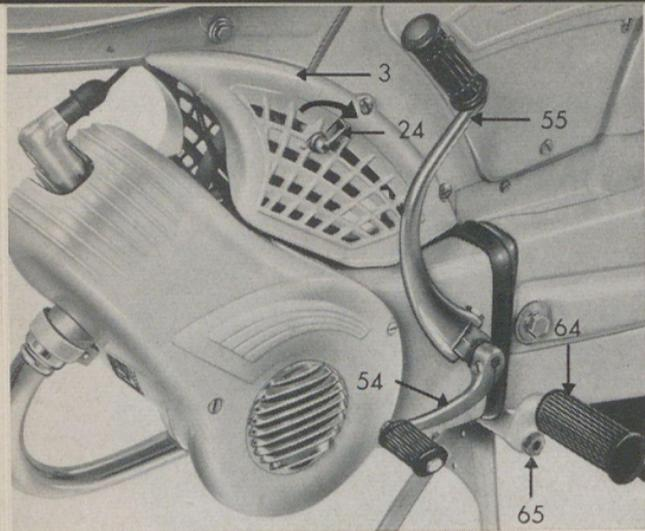
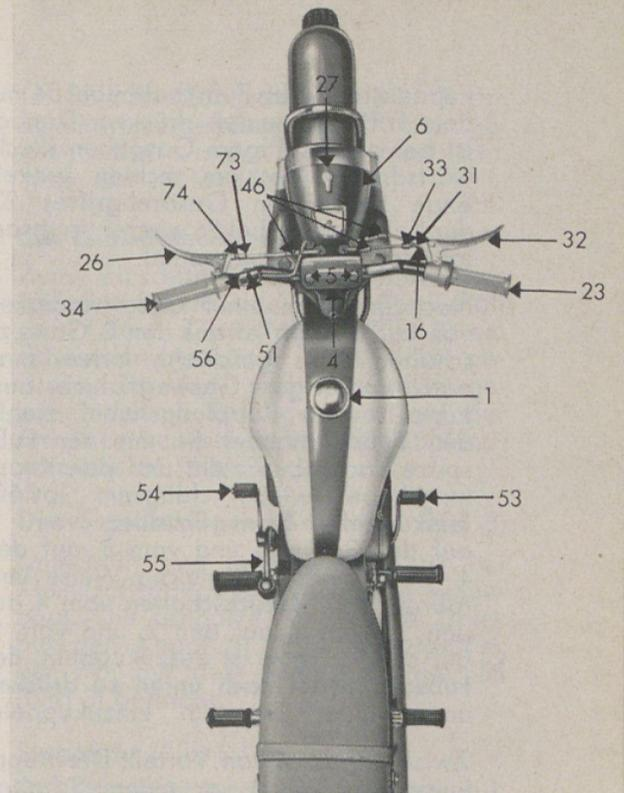

Bild 2
Bild 3
**Der Tankverschluß 1** (Bild 3) wird durch Drehen nach links geöffnet und der Kraftstoff eingefüllt. Der Tankverschluß ist sauber zu halten. Es ist darauf zu achten, daß das Innere des Tanks nicht verunreinigt wird.
Das Starten des Motors geschieht wie folgt: Der Kraftstoffhahn 2 wird, wie in Ziffer 2 angegeben, geöffnet und der Gasdrehgriff 23 (Bild 3) durch Vorwärtsdrehen geschlossen. Danach ist der an der linken Vergaserverkleidung angebrachte Druckhebel 24 (Bild 2) in Pfeilrichtung zu bewegen. Er schließt den Startschieber im Vergaser, wodurch eine Gemischanreicherung hervorgerufen wird, die zum Starten des kalten Motors erforderlich ist. Bei war-
Das Getriebe muß auf Leerlauf geschaltet sein (siehe Abschnitt 4). Nun wird das Fahrzeug vom Ständer genommen. Bei Fahrzeugen mit Pedalen ist die Tretkurbel nach vorn durchzutreten. Bei Fahrzeugen ohne Pedale, d. h. mit Fußrasten, wird der Kickstarterhebel 55 (Bild 2) durch Umklappen in Startstellung gebracht und nach hinten durchgetreten.
Der 1. Gang dient zum Anfahren und für Bergfahrten. Er wird eingeschaltet, indem man den Kupplungshebel 26 (Bild 3) zieht, d. h. auskuppelt und den Schaltdrehgriff 34 nach vorn dreht, bis der 1. Gang eingerastet ist. Als dann ist der Kupplungshebel 26 unter gleichzeitigem Gasgeben (Rückwärtsbewegung des rechten Drehgriffes) langsam loszulassen (einzukuppeln).
Vor dem Schalten ist stets der Kupplungshebel 26 (Bild 3) so weit als nur möglich zu ziehen. Es ist zweckmäßig, wenn man zwischen dem Einschalten eines Ganges und dem langsamen Loslassen des Kupplungshebels 26 eine kleine Pause einlegt, um ein vollständiges Einrasten des Ganges zu ermöglichen. Beim Schalten und besonders beim Zurückschalten darf kein Gang übersprungen werden.
Die Fußschaltung wird durch den am linken Motorgehäuse befindlichen Fußschalthebel 54 (Bild 2) betätigt.
Der Leerlauf liegt zwischen dem 1. und dem 2. Gang. Man findet ihn durch kurzes Hin- und Herschieben der Maschine bei gleichzeitigem Herauf- oder Herunterschalten des Fußschalthebels 54. Der 1. Gang dient zum Anfahren und für Bergfahrten. Zum Schalten vom Leerlauf auf den 1. Gang muß man den am linken Lenkerende befestigten Kupplungshebel 26 (Bild 3) ziehen, d. h. aus-
zu Bild 3
Vor dem Stillsetzen des Motors ist nochmals Gas zu geben. Nun wird ohne Gaswegnahme der Hebel des Licht- und Kurzschlußschalters 27 am Scheinwerfergehäuse 6 (Bild 3) nach rechts gedreht bzw. der Zündschlüssel aus dem Zündschloß gezogen, wodurch die Zündung des Motors unterbrochen wird. Wenn der Motor steht, müssen Gasdrehgriff 23 und Benzinahn 2 geschlossen werden. Das Gasgeben vor dem Stillsetzen des Motors bewirkt, daß der Motor beim nächsten Start (besonders im Winter) leichter anspringt und die Restgase aus dem Kurbelgehäuse ausgespült werden (Korrosionsschutz).
(Bild 3)
ter 27 bzw. Zündschlüssel (Bild 3) am Scheinwerfergehäuse nach links gedreht. Die Lampen geben nur Licht, wenn der Motor läuft.
##### b) **Die Bilux-Beleuchtung (Bild 3)**
Zum Einschalten des Scheinwerfers und des Schlußlichtes wird der Schalter 27 bzw. Zündschlüssel (Bild 3) am Scheinwerfergehäuse nach links gedreht. Das Auf- und Abblenden geschieht durch Betätigen des auf der linken Lenkerseite befestigten Abblendschalters 56 (Bild 3).
##### c) **Die Signalanlagen (Schnarre, Bild 3)**
Unterhalb des Scheinwerfers ist bei Kleinkrafträdern eine Schnarre eingebaut. Die Schnarre wird durch Druck auf den Knopf 51 (Bild 3) ausgelöst, der sich auf dem Abblendschalter 56 (Bild 3) befindet.
### **3. Der Lenker** (Bild 3)
Der Lenker ist zwischen Scheinwerfergehäuse und abschraubbarem Lagerdeckel befestigt und kann nach Lösen der vier Sechskantschrauben 5 (Bild 3) vor- oder rückwärts gedreht werden. Dadurch wird sein Abstand zum Sattel bzw. zur Sitzbank vergrößert oder verkleinert. Nach dem Einstellen sind die Schrauben 5 über Kreuz wieder anzuziehen.
Abschließend ist das Spiel am Gasseil mittels der Stellschraube 16 (Bild 3) so zu korrigieren, daß am Gasdrehgriff 23 ein Spiel von ca. 1 mm vorhanden ist.